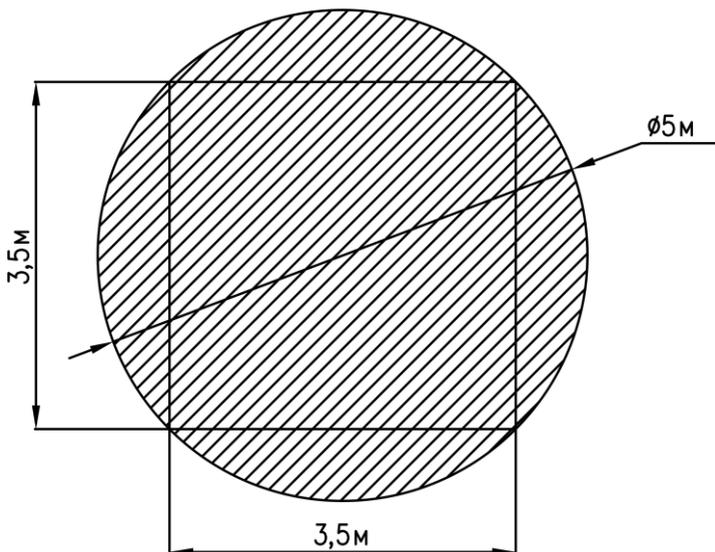

Рис. 1. Защищаемая модулем площадь для пожаров класса А и В при установке модуля на высоте 3,5 м.
10. Защищаемая площадь при тушении очагов пожаров класса А и В.	19,6 м ² (см. рис.1)